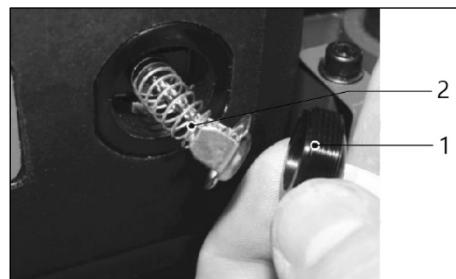

Рисунок 12.
- ослабьте крепление щеткодержателя 1 (рис. 12) и осторожно выньте щётки из двигателя;